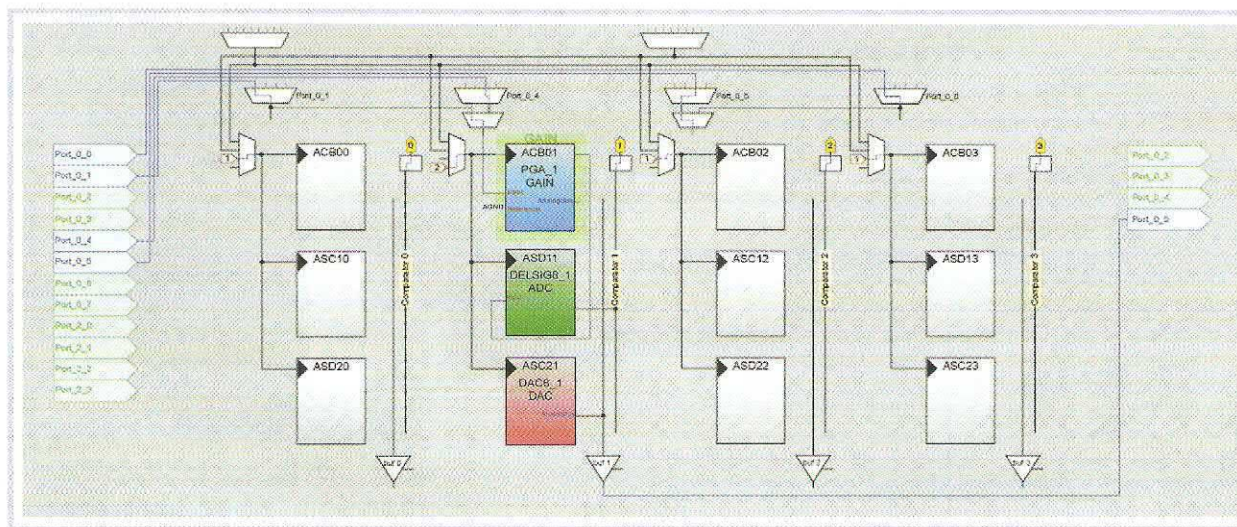

Figura 2. Los bloques analógicos que están en uso se muestran en el Editor de Dispositivos del programa PSoC Designer en colores resaltados.
**Figura 2** nos muestra una sección de la pantalla del editor de dispositivos (en este caso tan sólo nos muestra el bloque PSoC analógico y sus conexiones). Se pueden ver cuatro bloques configurados: el PGA\_1 es un amplificador programable, que aquí está siendo utilizado como un "buffer" de entrada con ganancia configurada a 1. La entrada está conectada al terminal "Port\_0\_1". La salida del "buffer" amplificador está conectada a la entrada del bloque convertor A/D DELSIG8\_1, un convertor Delta-Sigma con ocho bits de resolución. El tercer bloque PSoC es un convertor D/A de 6 bits, DAC6\_1, cuya salida está conectada al terminal "Port\_0\_5".